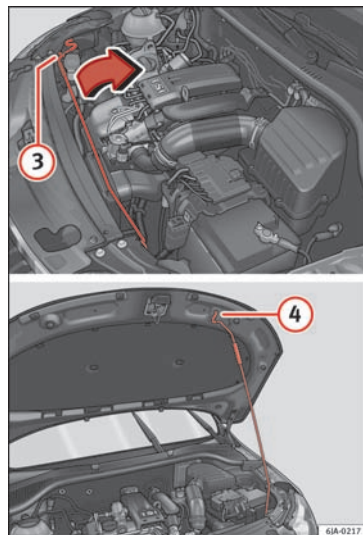

Fig. 203 Fastgørelse af motorhjelme
- Tag holderen til motorhjelm **③** » Fig. 203 ud af holderen i pilens retning, og sikr den åbne motorhjelme ved at indsætte en-